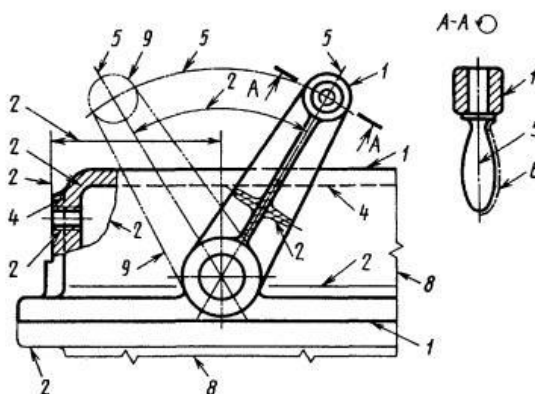

Рисунок 1 Чертеж детали
4. Назвать по чертежу линии, показанные стрелкам с номерами (см. рисунок 1):